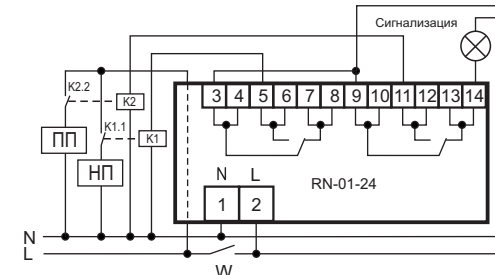

Рис.3 Схема подключения нагрузок более 5кВт на канал к устройству
8.3. В случае, если мощность нагрузки более 5 кВт на каждый канал, то нагрузка подключается к изделию через контакторы соответствующей мощности и проводом соответствующего сечения (см. рис.3). При таком подключении устройство контролирует суммарное потребление тока до 100А.